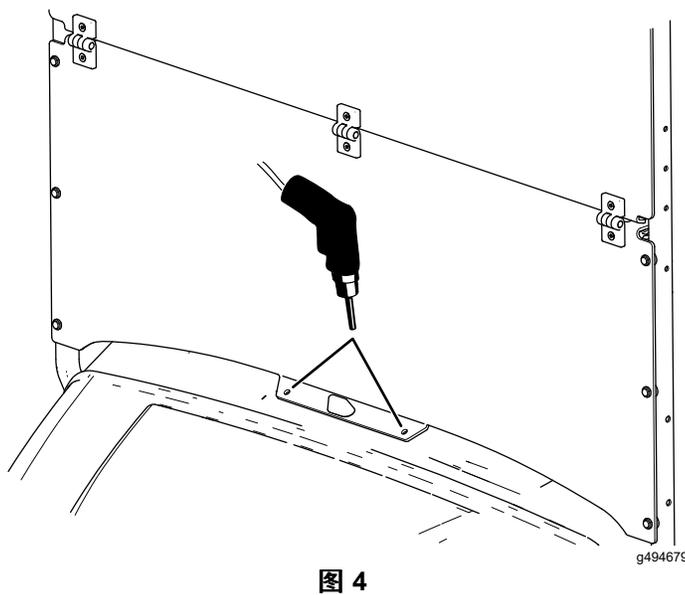

图 4
4. 使用风挡作为模板在仪表板上钻 2 个 8mm 直径的孔图 4。